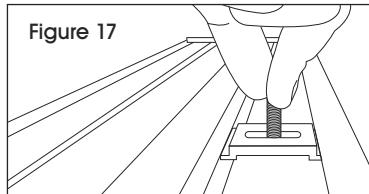

Figure 17
10. Sous la planche repose-pieds, tournez les attaches à la verticale afin que les rainures de l'attache tiennent solidement sous les rebords de la cannelure. Serrez les attaches à l'aide des écrous à embase. (Voir Figures 17 à 19)